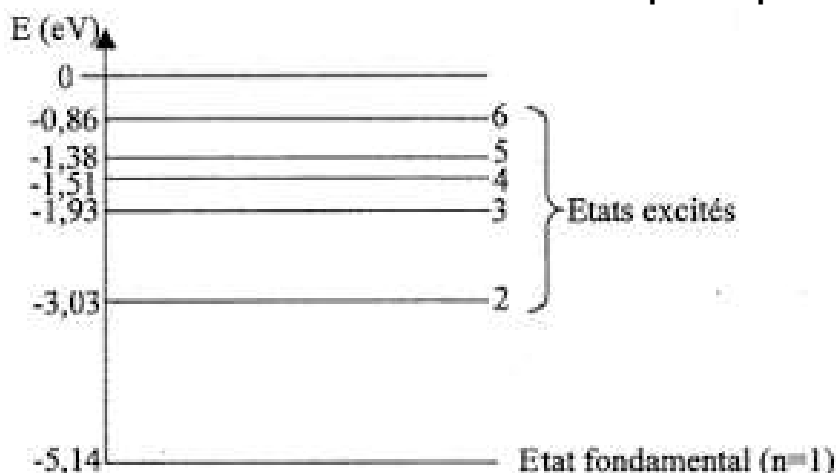

Figure 4 : Diagramme des niveaux d'énergie du sodium
11. Déterminer quelle transition entre niveaux d'énergie du sodium représentés **figure 4** a lieu lors de l'émission de la raie jaune du sodium, de longueur d'onde $\lambda = 589,0 \text{ nm}$ dans le vide.